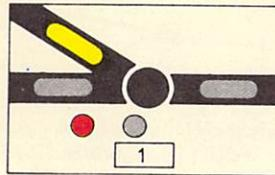

Bild 26
- (8) a) Das Umstellen einer Weiche oder Gleissperre kann durch Bedienen der Weichensperrtaste und der Weichentaste gesperrt werden. Nach der Einzelspernung leuchtet der Weichensperremelder rot und der Stellungsmelder gelb (vgl. Bild 26). Durch Bedienen der Weichenent-sperrtaste und der Weichentaste kann die Sperrung wieder aufgehoben werden; der Weichensperremelder und der Stellungsmelder erlöschen.